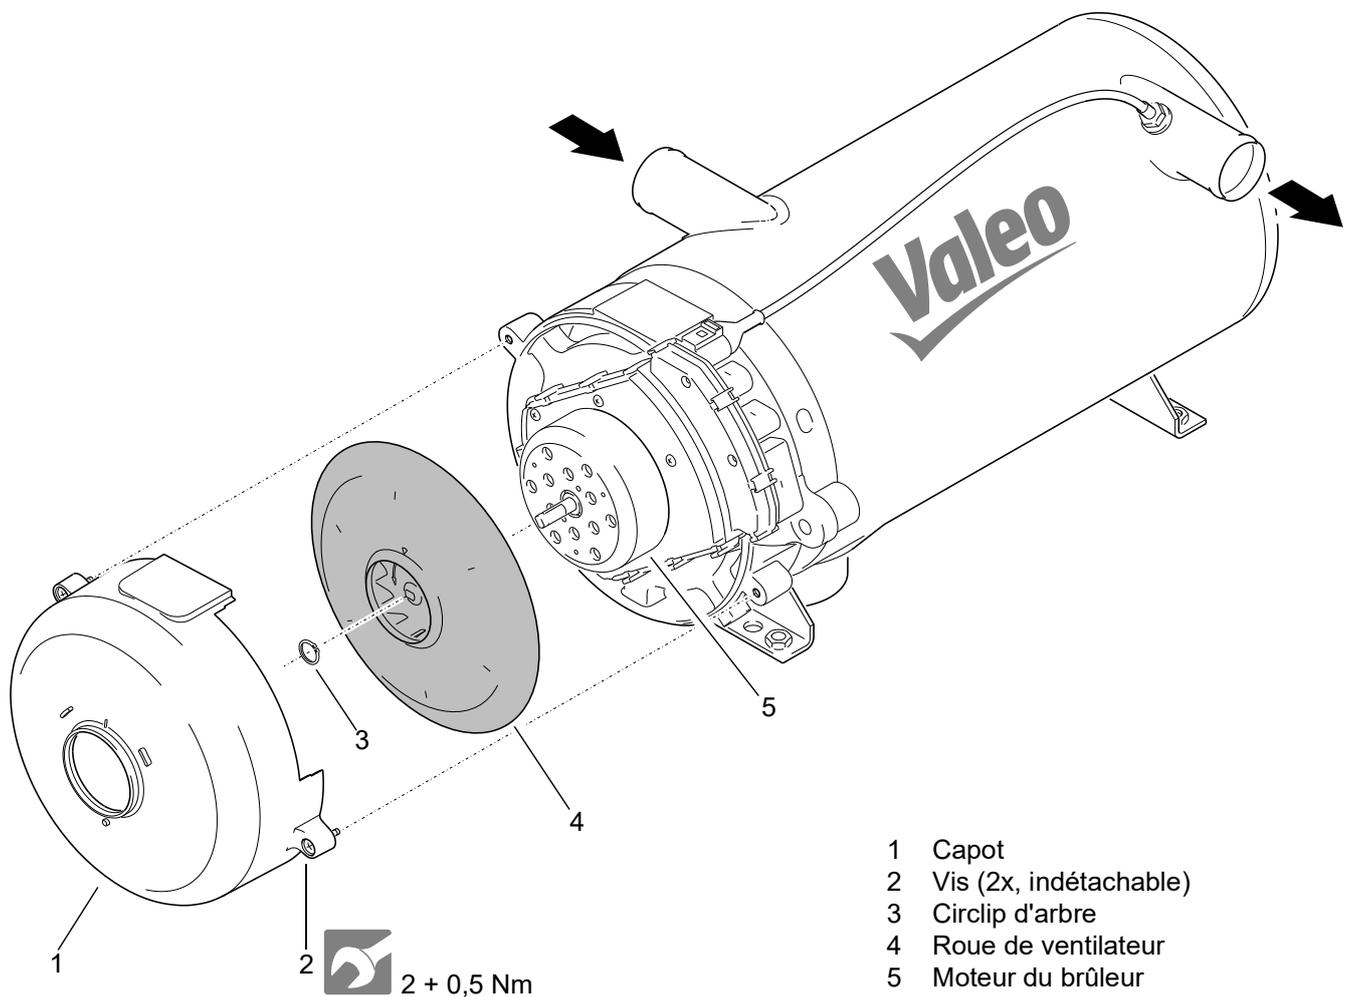

Fig. 803 Montage et démontage de la roue de ventilateur
2. Dévisser les vis (2, Fig. 803).
3. Retirer le capot (1).
1. Placer le capot (1, Fig. 803) et bien le positionner dans l'ensemble. Faire attention au centrage et à la position.
2. Visser les vis (2).
2. Retirer le circlip d'arbre (3, Fig. 803) de l'arbre moteur avec une pince appropriée.
3. Enlever la roue de ventilateur (4) de l'arbre moteur.